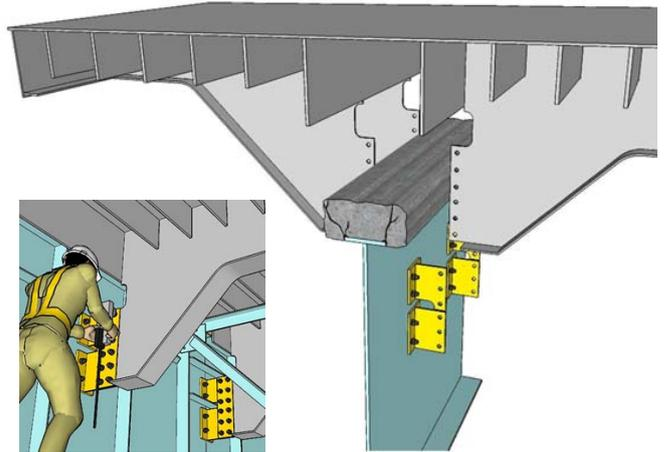
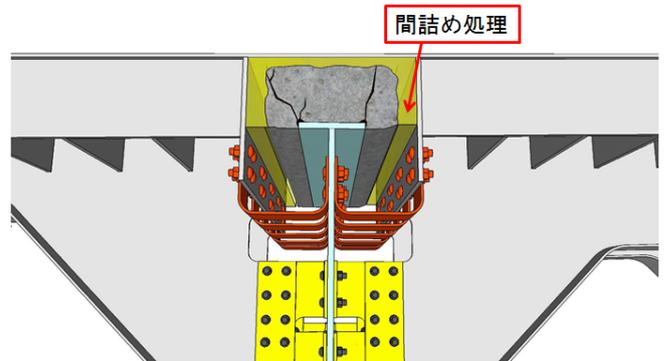
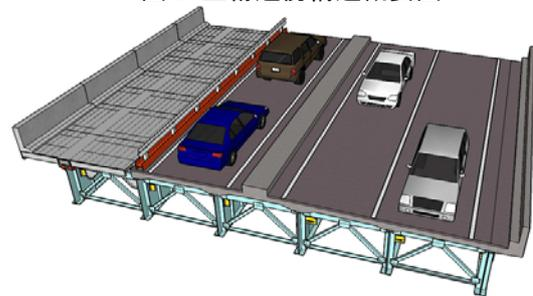

図4 パネル取付イメージ
図5 主桁近傍構造概要図
図6 第一期終了時状況
- ② RC床版は主桁上を残して除去し、**図4**に示すように鋼床版パネルを道路上から被せ、横リブを横リブ取付部と摩擦ボルト接合する。このとき、横リブ側を後穴にすれば、RC床版撤去時に拘束低下や重量低減で主桁が動いた場合の位置調整機構とできる。
- ③ パネル間を摩擦ボルト接合し、RC床版との間の空間を仮設部材で埋め、パネル間継手部分に仮舗装を施す。この時点で交通解放が可能となる。
- ④ 床版の下でせん断伝達部材を設置する。このとき、パネル側を後穴にすれば、主桁が当初位置から動いた場合の位置調整機構とすることができる。
①～④の基本シーケンスが終われば、橋軸方向隣接するRC床版について、次のパネルに取り替える同様のシーケンスに入る。そして、数パネルの取替が終わった時点でパネルと残置コンクリートの間の空間にモルタルを充填する。ここまで施工した時点の主桁近傍部分の状況を**図5**に示す。また、工事第一期終了時の状況を**図6**に示す。